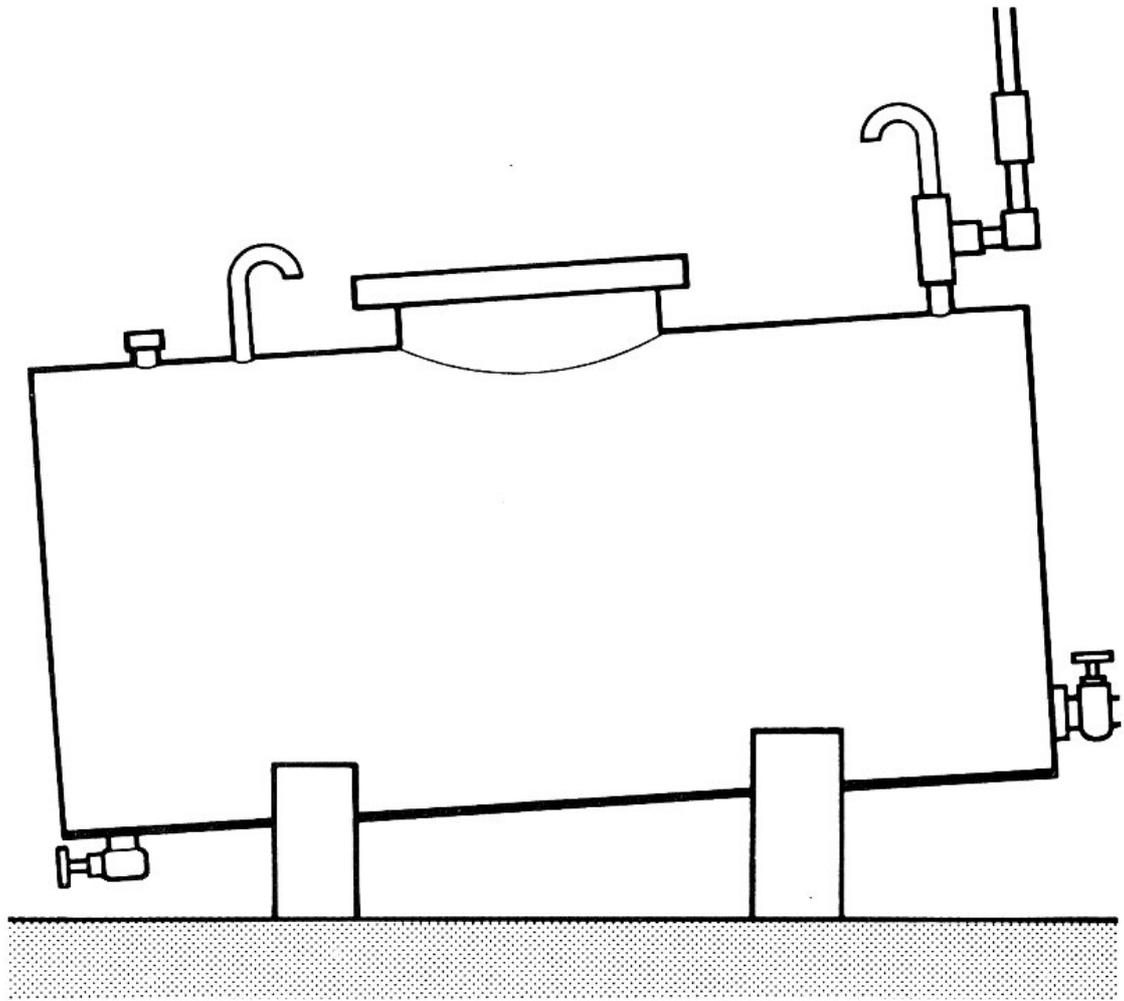

FIG. 47
4. (Fig. 47). La citerne doit être placée sous abri et sur un berceau de hauteur suffisante pour pouvoir effectuer le remplissage par gravité. La citerne doit comporter un trou d'homme pour procéder au nettoyage. Le robinet doit se trouver à 75 mm environ au-dessus du fond pour permettre le dépôt de l'eau et des boues. Il doit comporter un tamis amovible avec une crépine à 20 mailles au cm². La citerne doit être inclinée vers l'arrière (côté bouchon de vidange) suivant une pente d'environ 4 cm par mètre.